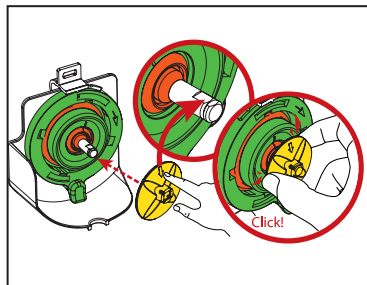

Fig. 3
2. Sett monteringsplaten tilbake på blandesystemets motor og aksel. Sørg for at pilen på vispen peker mot den flate delen på akselen. Trykk vispen inn på akselen til den klikker på plass. (Se fig. 3)